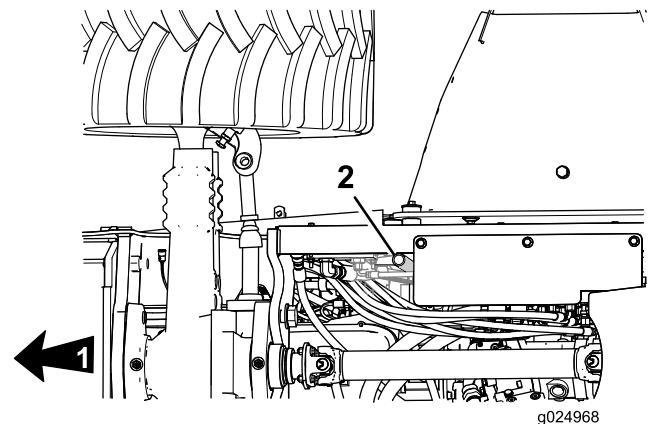

Bild 72
1. Prüfen Sie den Entlüfterschlauch für das Kurbelgehäuse (Bild 72) auf Rückstände, Schmutz oder Eis.